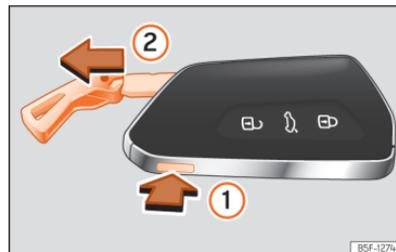

Fig. 70 Chave do veículo: retirar o palhetão.
- Pressione o botão »» Fig. 70 ① para fazer sair a argola em forma de porta-chaves e poder retirar o palhetão ②. Se pressionar levemente a argola, esta ficará fixa em forma de porta-chaves.
- Pressione o botão »» Fig. 70 ① para desbloquear. Mantenha o botão pressionado ① e, simultaneamente, puxe a argola na direção da seta »» Fig. 70 ② para retirar totalmente o palhetão.